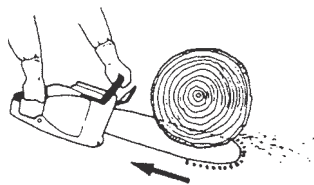

Fig. 23
- Cuando corte con la parte superior de la cadena, la fuerza reactiva empujará la sierra hacia usted tratando de alejarse de la madera que esté cortando. (Fig. 23)